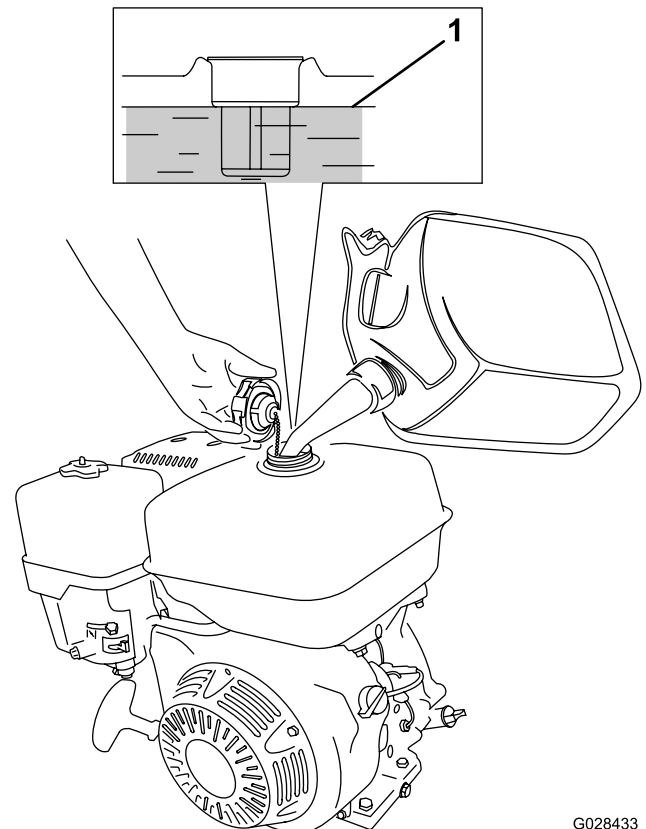

Figura 17
1. Limpie la zona alrededor del tapón del depósito de combustible y retire el tapón del depósito (Figura 17).